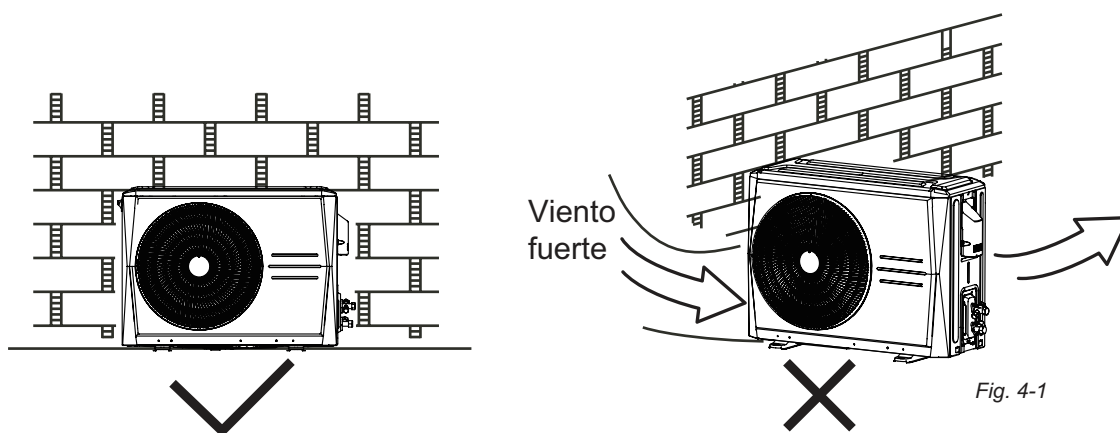

Fig. 4-1
- Cuando instale la unidad en un lugar cercano al mar o en un lugar alto donde sople viento fuerte, instale la unidad contra una pared o utilice un deflector cuando sea necesario para garantizar que la unidad pueda funcionar con normalidad, consulte la *fig. 4-1*. En especial, en lugares con viento fuerte, preste atención para no dejar que el viento fuerte sople hacia la unidad.